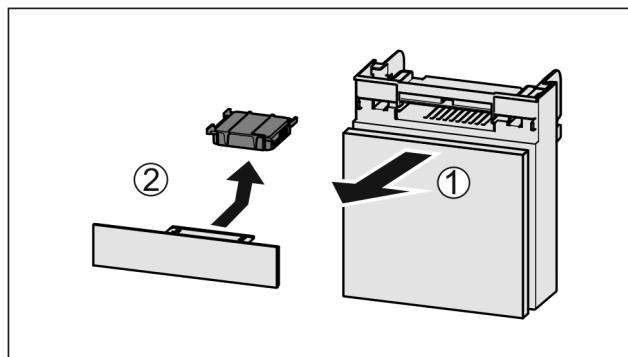

Fig. 126
- Predal izvlecite Fig. 126 (1) naprej.
- Odstranite Fig. 126 (2) aktivni ogleni filter.